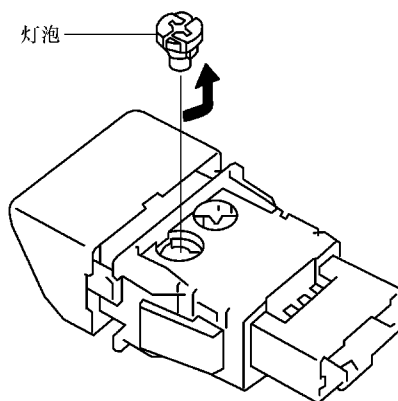

图 10-29 空调开关指示灯的拆卸方法
3) 如果导通情况与规定不符, 更换空调开关指示灯灯泡或开关。灯泡的拆卸方法如图 10-29 所示。